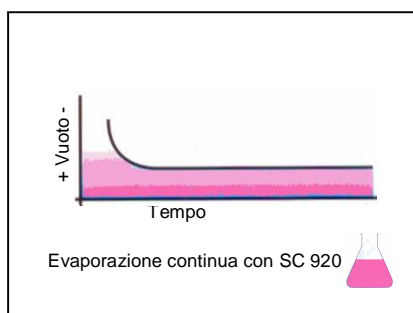

Fig. 3 Controllo a 1 set-point con regolazione automatica della portata
a) la velocità di evaporazione sarà maggiore perché la pressione è costante; b) non si formeranno schiume dovute agli sbalzi di pressione; c) il recupero del solvente sarà più elevato. L'evaporazione, priva di isterisi darà luogo ad un'evaporazione continua, come da Fig. 3. Anche la riaccensione della pompa non avviene mai in modo violento, ma sempre alla velocità minima per evitare il violento aumento del flusso di evaporazione.